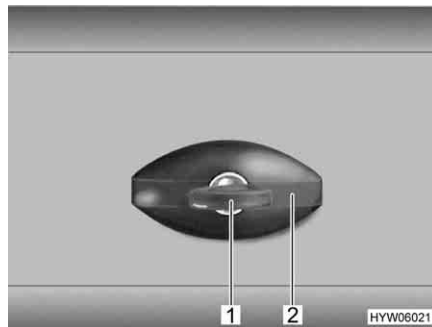

Bild 63 Klappenschloss, ellipsenförmig, verschlossen
- Schlüssel in Schließzylinder (Bild 63,1) stecken und eine viertel Umdrehung entgegen dem Uhrzeigersinn drehen. Schlossgriff (Bild 63,2) schnappt heraus.